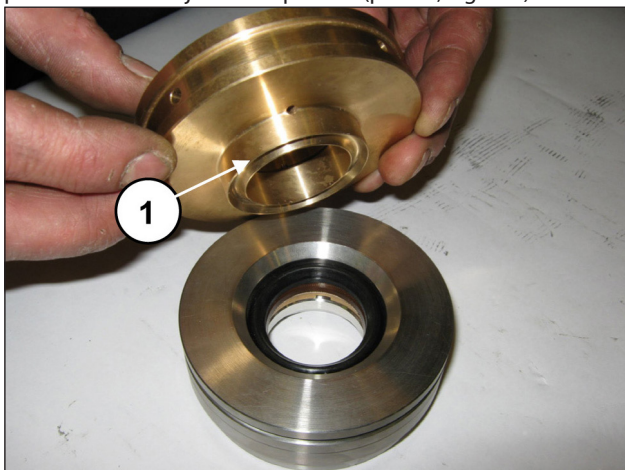
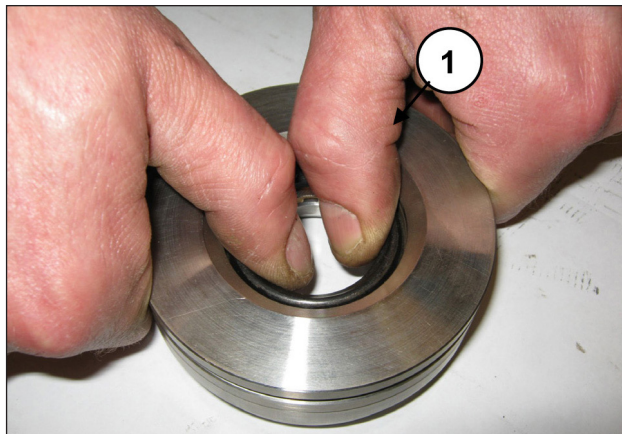

Fig. 172
Fig. 173
Separar el soporte de las juntas de la camisa (pos. ①, Fig. 172) para acceder a las juntas de presión (pos. ①, Fig. 173).